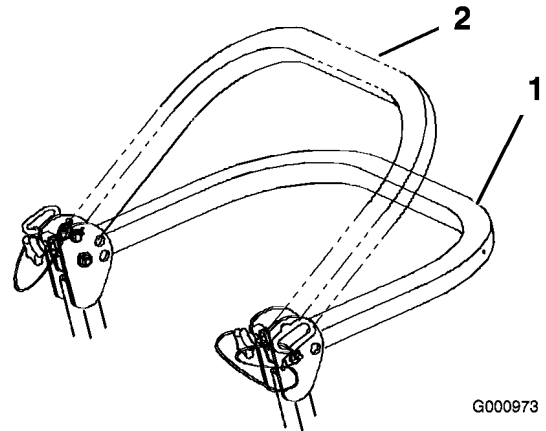

Figure 7
3. Abaissez l'arceau de sécurité à la position la plus basse. La position abaissée est à deux niveaux (voir Figure 7).